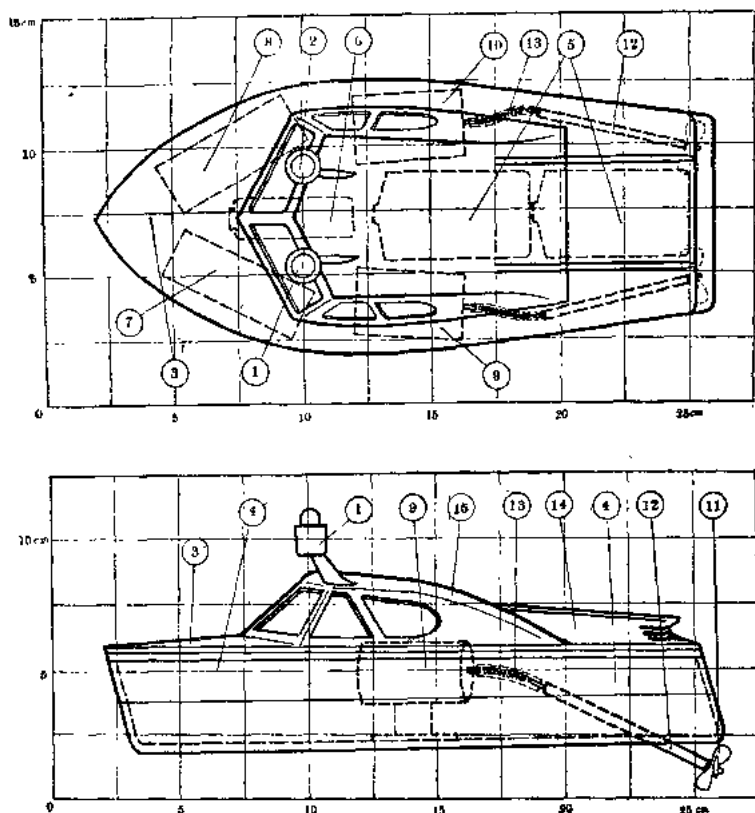
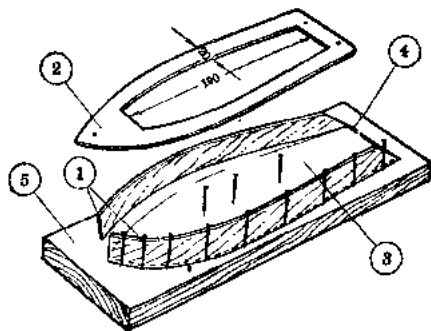
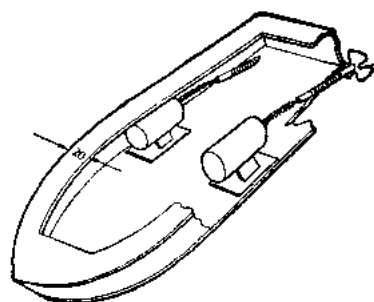

图 9-5
图 9-6
图 9-10
模型的结构详图和主要尺寸可见图 9-5,可以把这张图按方格尺寸放大到 1 比 1 的大小,再按图进行制作。其中电动机、螺旋桨轴、电池、光电控制器等等部件的安装位置,可按照图上所画的位置来安放,使得小艇的重心在艇体的中间稍偏艇尾一点,这样就使得模型停在水里时能保证螺旋桨深
艇身是用1.5~2毫米厚的桐木片或松木片制成,用快干胶水粘合。先按照图9-5画成1比1的艇身外形图,用桐木片按图9-6的样子切出艇身的两块侧板①、一块下甲板②、一块底板③和一块艇身后板④,切下后放在一边备用。再找一
块平整的木板⑤，在上面铺好按图 9-5 画成的艇身图，然后把艇底板③按图 9-6 的样子用大头针钉在木板⑤上，再把两块侧板①弯曲后用快干胶水粘在艇底板的两侧，涂上快干胶水后要用大头针把两片侧板夹紧在底板上，以免快干胶水未干之前，两块侧板因受弯曲产生的弹性而使其胶不住。接着将艇尾板④和下甲板②用快干胶水粘到艇身上，在快干胶水还未完全干透之前，不要把大头针拔去，不然艇的侧板就会蹦直。等快干胶水干透后，从木板⑤上拔掉所有的大头针，取下已粘合好的艇身，用砂纸把艇身各粘合处的棱角磨圆，并且初步把艇身打磨光滑，然后用比较稀薄的快干胶水在艇身上涂上二到三层。接着用比较稀薄的快干胶水调上很细的石膏粉或粉笔灰，涂到艇身上去，尤其在艇身木板有凹坑的地方要用这种填料把它抹平。等涂上的填料干透后，用细砂纸包在木块上将艇身上的填料打磨光滑，再涂上三层快干胶水，这样可起防水和光滑作用。
桨轴套的外面用沾上了快干胶水的棉纱线整齐地绕上一层，再在棉线外面抹上一、二层快干胶水，等它干后，准备把轴承套粘到小艇的艇底上去。轴承套在艇底上的安装位置可以按图 9-5 决定。在艇底板要安装螺旋桨轴套的地方打两个倾斜的洞，并涂上快干胶水，再把两个绕有棉线的轴承套管塞入艇底的两个洞中，就象图 9-10 的样子。在轴套和洞之间用比较稠的快干胶水填满，在快干胶水未干以前，要经常注意轴承套的倾斜角度和位置，并且要使左右两个轴承套管的倾斜角度一样。由于胶水未干透的时候，轴承套管在艇底上是会晃动的，可在艇底板上钉几个大头针来夹着轴承套管，使它的倾斜角度不变。要特别注意两个轴承套管的对称性，如果两个套管不对称，在电动机带动螺旋桨转动后，小艇就会自动转弯。
由于轴承套管是倾斜地安装在小艇底板上的，而电动机却是按图 9-10 的样子水平地安装在小艇的底部，因此螺旋桨
轴同电动机轴不在同一条直线上，为了使电动机的旋转动力能传到不在同一条直线上的螺旋桨轴上，那就要做二条软的传动轴把它们连接起来。可以用直径0.5毫米的铜丝很整齐紧密地把它绕在一根直径2毫米的铁丝上，抽出铁丝就成了一条弹簧软轴，剪下20毫米长的两段作为小艇两个螺旋桨弹簧软轴。按图9-10的样子，把螺旋桨轴涂上凡士林油，塞入预先填满了凡士林油的轴套中去，再把20毫米长的弹簧软轴一端焊到电动机轴上、另一端焊到螺旋桨轴上去。这样，电动机的旋转动力便通过这条弹簧软轴传到螺旋桨轴上去了。要注意，螺旋桨的轴套里一定要充满凡士林油或厚机油（黄油），防止小艇在水中航行时，水从螺旋桨轴和轴承之间的缝隙里渗入艇身内。平常也要经常的给轴承套筒内加些机油，这样使小艇轴套既润滑又不会漏水。
软轴等按上面介绍的安装好，就进行调整试航工作。把每个电动机接上3伏电池，看它们能不能很灵活地带动螺旋桨旋转，如果发生卡住现象，要按前面讲的办法调整轴承，使两个电动机能灵活地带动两个螺旋桨旋转。接着把两个三叶螺旋桨的每一个叶片按电动机的旋转方向扭转一个角度，使螺旋桨叶片在水中能向后打水。两个电动机同时通上电，把小艇放到水池里面，看两个电动机带动两个螺旋桨推动小艇前进的同时有没有发生转弯现象？如果前进时会自动转弯，那可能是两个电动机的转速不均匀，或者是两个螺旋桨叶片的扭转角度不一致，可以用改变任何一个螺旋桨的扭角的方法来调整，直到两个电动机同时通电，小艇能够照直行驶为止。按图9-5的位置放置两个光电控制器，光电控制器安装好后，接着就可以进行光电控制小艇的电气部分调整工作：把3伏和9伏电源都接通，用手电筒在2~3米远的范围内照射左边或右边的光导管，看小艇是否能在光照的控制下，向左或向右转弯行驶。如果有某个方向控制不灵，可以调整有关的光电控制器的灵敏度或更换那个光导管。再用手电筒同时照着两个光导管，这时小艇就应一直朝前行驶。